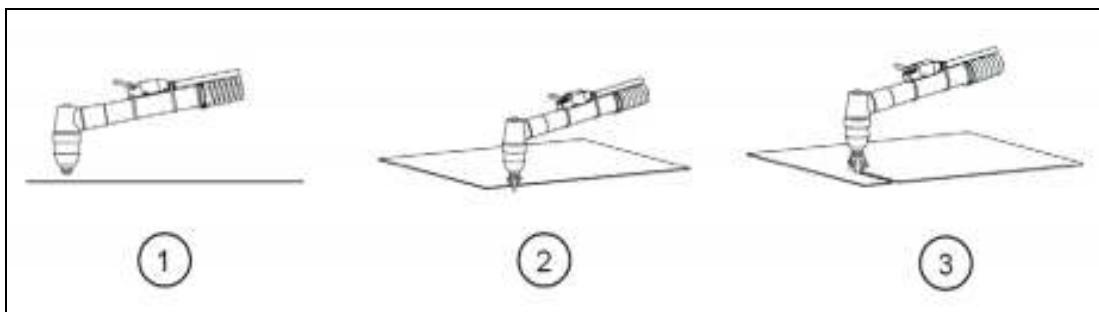

Рис. 8. Рез с края листа.
- **Степень износа быстроизнашиваемых частей (см. рис. 8).**